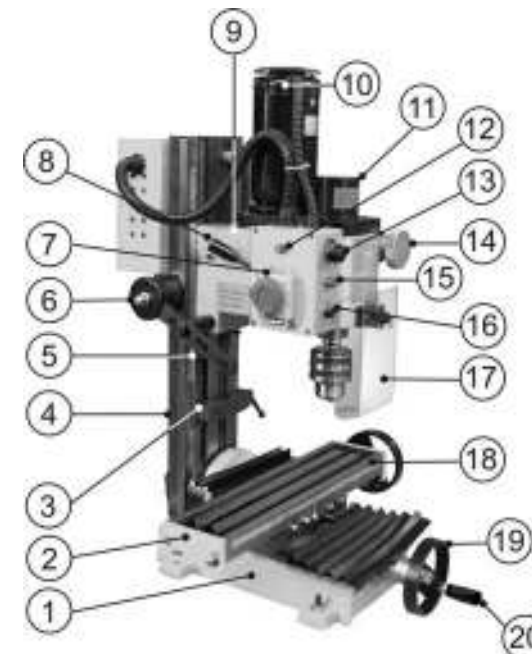
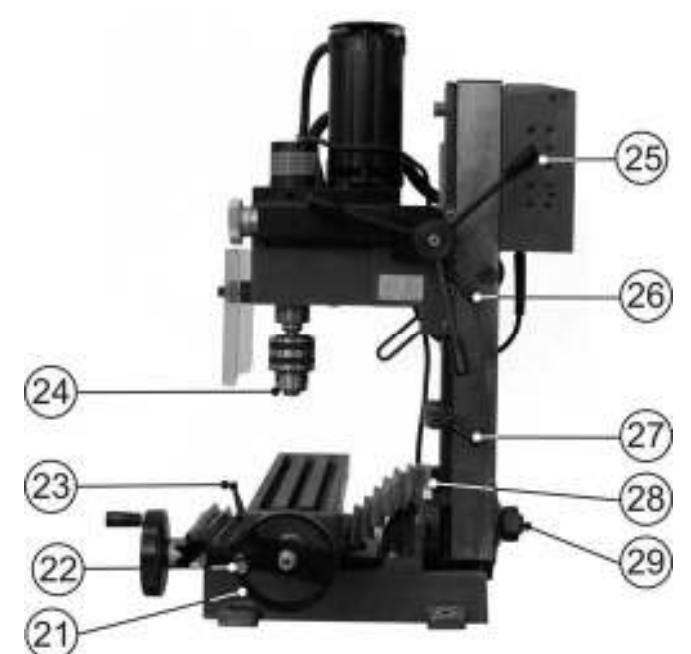

Рис.3.
Рис.4.
7.1. Станок состоит из следующих сборочных единиц и деталей (Рис.3, 4)
8.2. Сборка маховиков (Рис. 3, 4)
8.3. Установка патрона (Рис. 3, 4)
- 9.1.1. Ослабьте все контргайки (30) и винты (31) клина (32) равномерно, Рис. 5. Закручивая винты (31), Рис. 5, прикладывайте одинаковый крутящий момент к каждому винту. Необходимо удерживать стол (2), Рис. 3. Проверьте с помощью осторожного поворота маховика продольной подачи стола (21), Рис. 4, плавность и равномерность продольного перемещения стола.
9.1.3. Проверьте еще раз плавность и равномерность продольного перемещения стола, поворачивая маховик продольной подачи стола (21), Рис.4. Движение должно быть равномерным и плавным по всей длине перемещения стола.
9.1.6. После проведенной регулировки полностью выдвиньте стол (2), Рис.3, и смажьте все сопрягаемые поверхности и резьбу ходового винта.
9.3.1. Регулировка поперечной подачи стола выполняется также как регулировка продольной подачи стола (см. п. 9.1). Регулировочные винты находятся на станине (1), Рис.3.
10.1. Подготовка к работе (Рис. 3, 4)